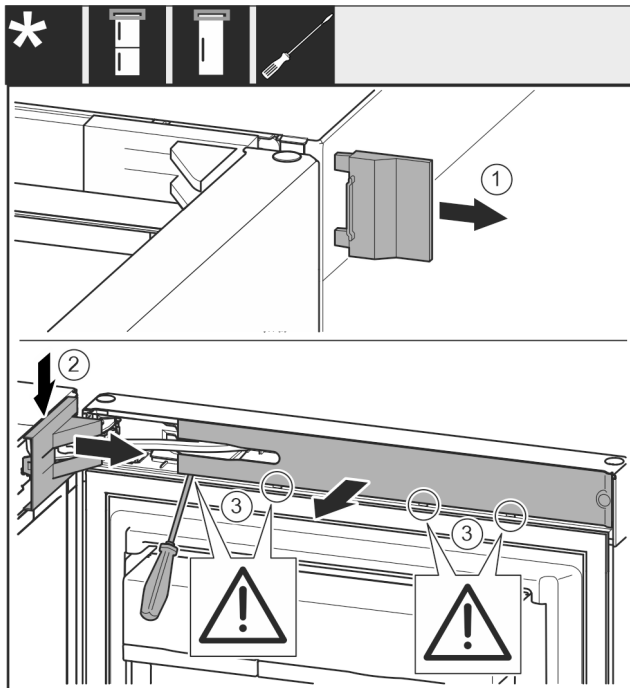

Fig. 8
- Abdeckung Fig. 8 (1) abnehmen.
- Lagerbockabdeckung Fig. 8 (2) ausrasten und lösen.
- Lagerbockabdeckung Fig. 8 (2) abnehmen.
- Blende Fig. 8 (3) mit Schlitzschraubendreher ausrasten und zur Seite schwenken.